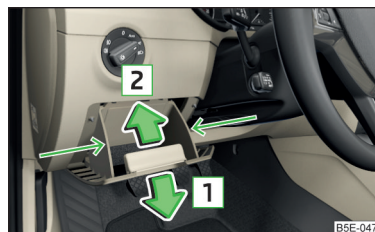

Fig. 214
- Agarre el compartimento guardaobjetos por el lateral en la zona de la flecha » fig. 214.